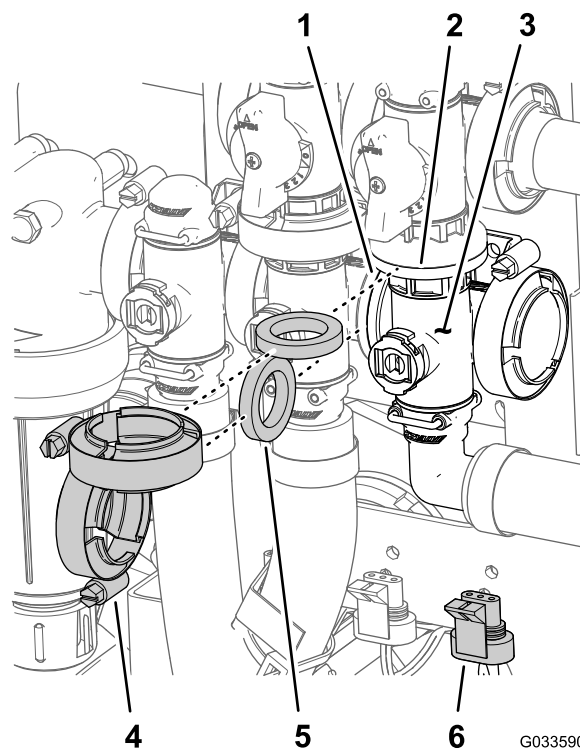

Figure 117
- Retirez les colliers à bride et les joints qui fixent le collecteur de la vanne générale des rampes (Figure 117) à la vanne de dérivation générale, la vanne d'agitation et le raccord à bride coudé à 90° (au bout du flexible du débitmètre).